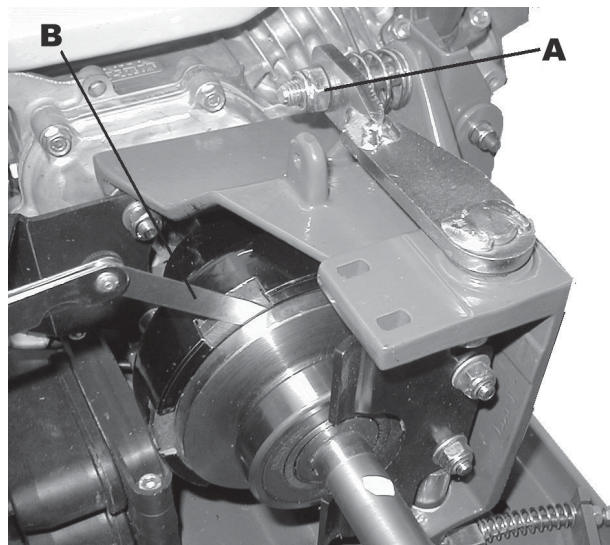

Fig. 8.13
2. Usare uno spessimetro (B Fig. 8.13) per mettere a punto 'A' (Fig. 8.14) fino ad ottenere una luce compresa tra 0,38 mm e 0,50 mm.